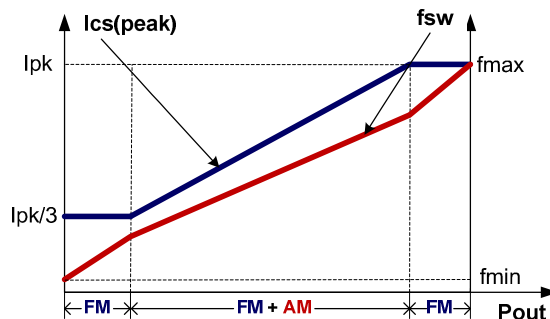

图 4
如图 4 所示, 为了满足严苛的平均效率和待机功耗要求, DP2500C 采用了调幅控制 (AM) 和调频控制 (FM) 结合的多模式控制技术。